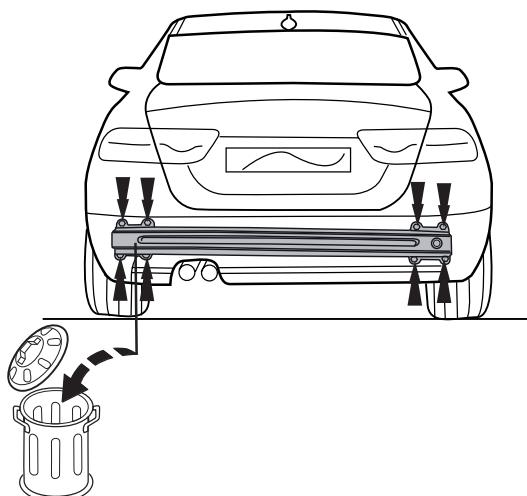

Fig. 1
1. Снять бампер (см. рис. 1).
2. Снять бампер вместе со стальным буферным бруском автомобиля; буферный брус больше не понадобится (см. рис. 1).